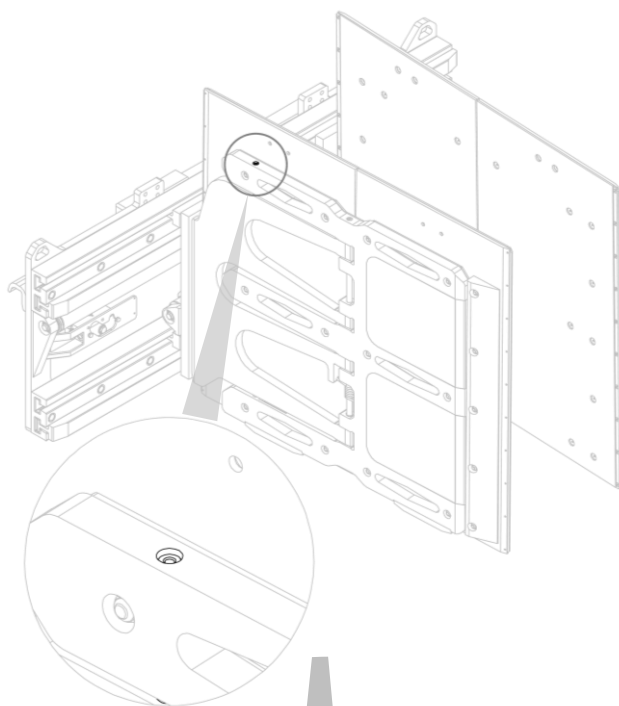
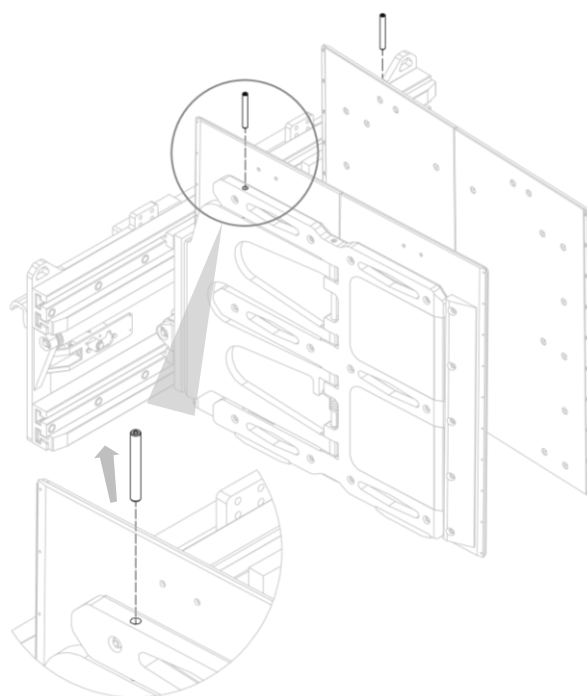

Figura 63
Figura 64
2. Rimuovere, uno per volta, i perni superiori di fermo oscillazione (vedi *Figura 63* e *Figura 64*).